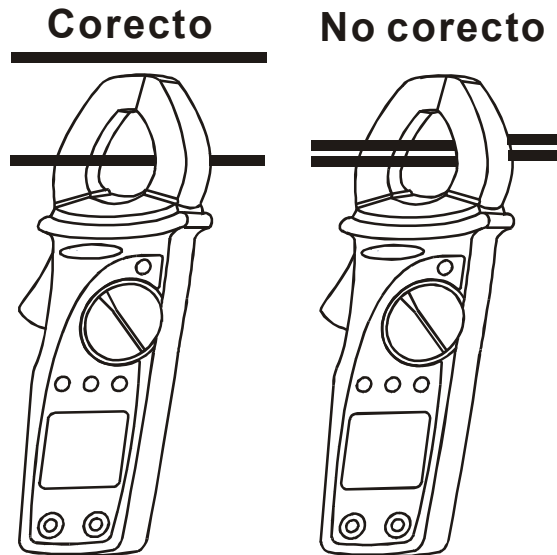

Fig. 6: Uso de la pinza en medidas de corriente alterna
2. Abra las pinzas y abrace el cable en el centro (ref. Párrafo 4.1.2) del mismo, considerando la modalidad de inserción referida en Fig. 6.